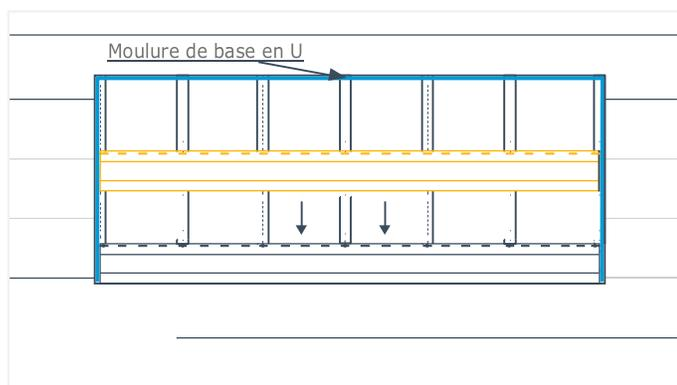

Fig. 25
1. Placez un panneau sur le panneau précédemment installé en alignant les extrémités des deux panneaux (Fig. 25).